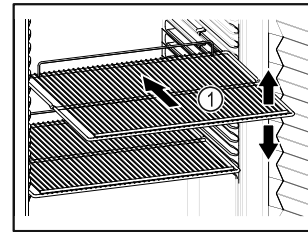

Fig. 78 Vejledende illustration
- Tilpas højden, når bæreristene Fig. 78 (1) kan flyttes.